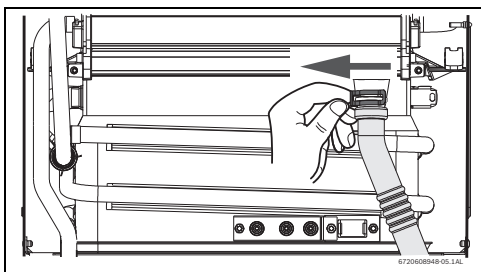

Fig. 55
- ▶ Retirar el clip y soltar la extremidad del tubo de condensados (consultar la Fig. 55 ).